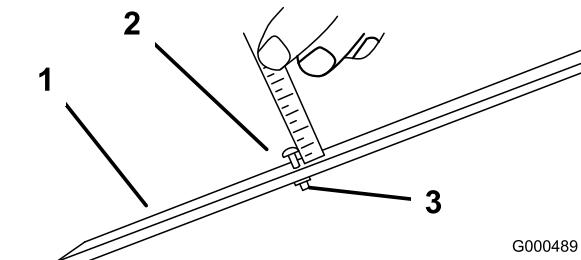

Figure 9
- Desserrez l'écrou du gabarit et tournez le boulon de réglage de manière à obtenir la hauteur de coupe voulue (Figure 9). L'écartement entre la base de la tête du boulon et la face du gabarit correspond à la hauteur de coupe.